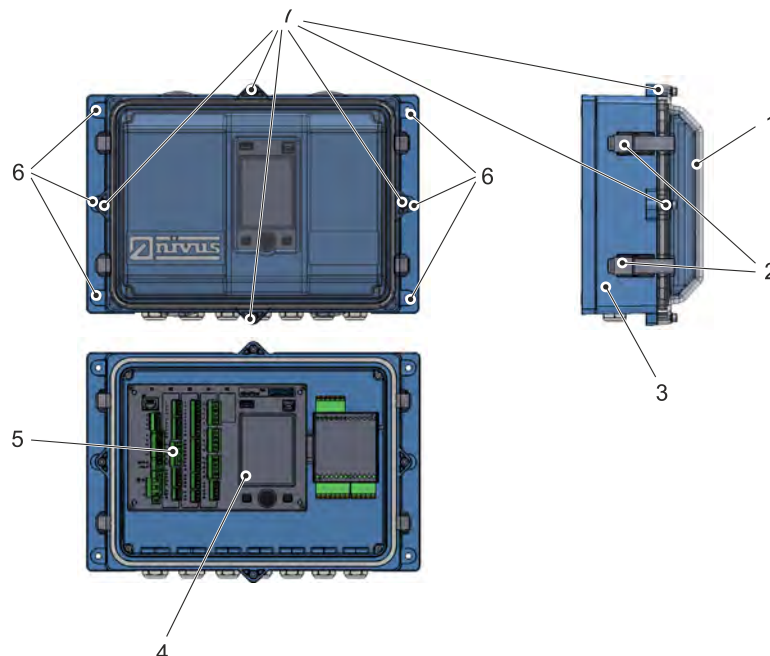

Abb. 21-4 Befestigung des Feldgehäuses
1. Feldgehäuse (Abb. 21-4 Pos 3) mit den sechs vorab ausgewählten Befestigungsschrauben durch die Durchgangslöcher mit Durchmesser 6,5 mm (Abb. 21-4 Pos. 6) an den beiden seitlichen Laschen befestigen.
2. Falls vorhanden, Transportschutzfolie vom transparenten Gehäusedeckel (Abb. 21-4 Pos. 1) entfernen.
1. Zum Entfernen des transparenten Gehäusedeckels (Abb. 21-4 Pos. 1) bei
Die vier seitlichen Spannverschlüsse (Abb. 21-4 Pos. 2) öffnen und den Gehäusedeckel abnehmen.
Die vier Zylinderkopfschrauben M4x25 (Abb. 21-4 Pos. 7) mit den zugehörigen Unterlegscheiben entfernen; die vier seitlichen Spannverschlüsse (Abb. 21-4 Pos. 2) öffnen und den Gehäusedeckel abnehmen.
2. Zum Entfernen der inneren blauen Abdeckung die vier Rundkopfschrauben M3,5x25 in den Ecken aufdrehen und die Abdeckung abnehmen. Jetzt sind der Messumformer mit dem Display (Abb. 21-4 Pos. 4) und den Anschlussklemmen (Abb. 21-4 Pos. 5) und das iXT frei zugänglich.